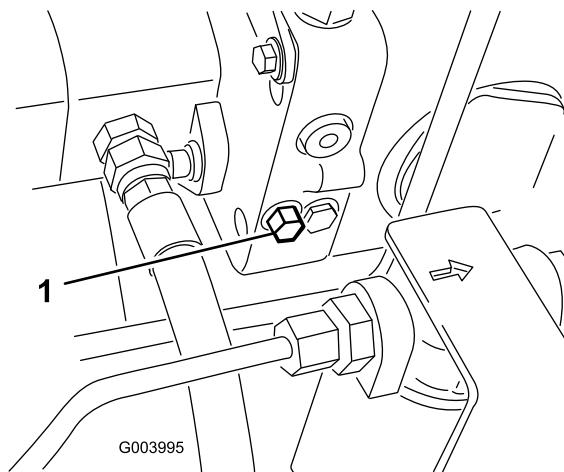

図 27
1. ハイドロスタットの左側にあるバイパスバルブを探し出す 図 27。